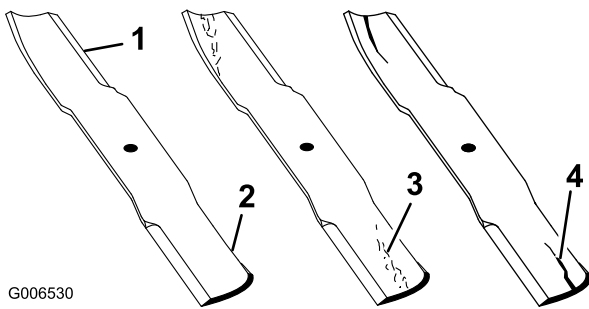

Figura 85
1. Inspeccione los filos de corte (Figura 85). Si los bordes no están afilados o tienen muescas, retire las cuchillas y afílelas. Consulte Afilado de las cuchillas.
2. Inspeccione las cuchillas, especialmente la parte curva (Figura 85). Si observa daños, desgaste o la formación de una ranura en esta zona (Figura 85), instale inmediatamente una cuchilla nueva.